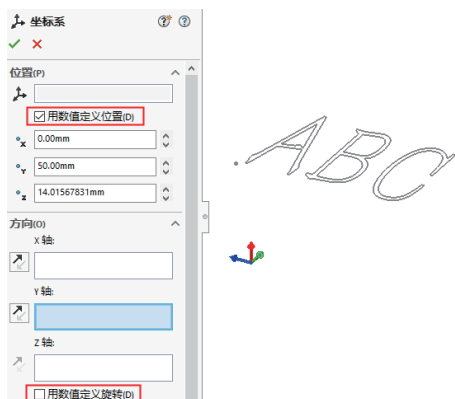

图1-3 使用数值定义坐标系
- 使用数值定义坐标系：在进行零件设计和装配体设计时，可以利用数值和方向来定义坐标系的位置与旋转，如图1-3所示。